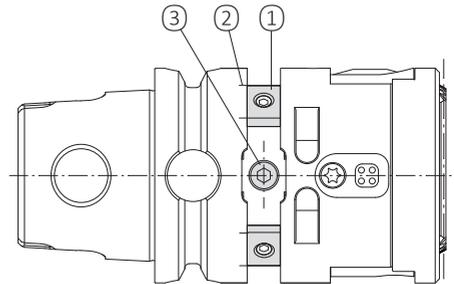

图 8
#### 4.4 平衡（图 8）
在平衡凹槽入口中，如果没有固定螺钉塞 ③（图 8），则不得使用刀具。